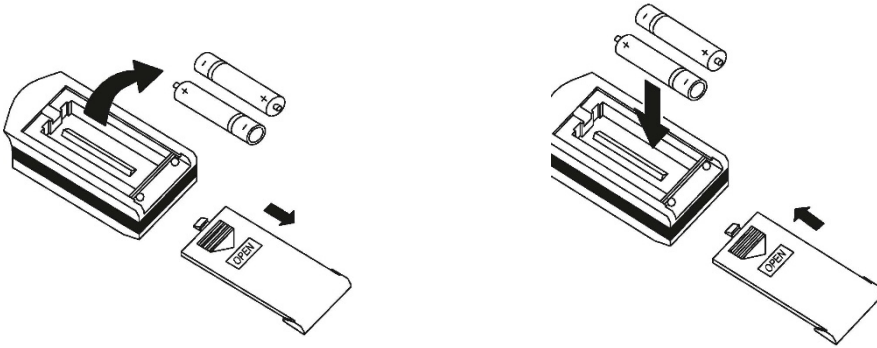

Рис.6.1.
- Для того щоб вийняти батарейки під час заміни, зсуньте кришку пульта керування в напрямку стрілки (див. рис. 6.1), витягніть батарейки, що відпрацювали, та встановіть нові. Вставте кришку пульта на місце.